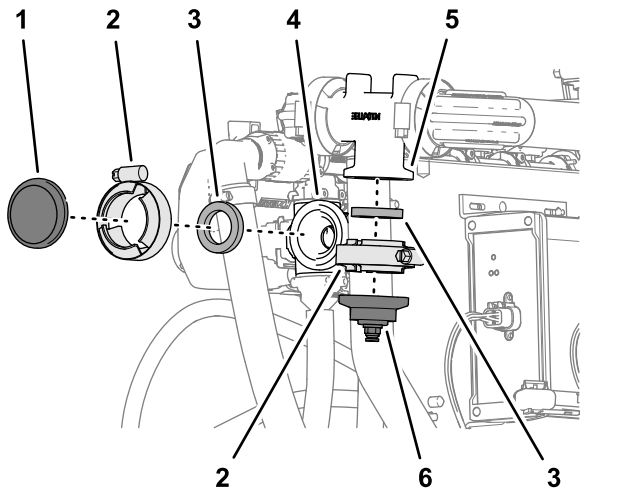

Figura 137
1. Rimuovete il morsetto flangiato e la guarnizione che fissano il tappo semplice alla flangia della valvola dell'ugello 10 (Figura 137).
2. Rimuovete il morsetto flangiato e la guarnizione che fissano il tappo e il raccordo del tubo alla flangia del collettore del flussometro (Figura 137).